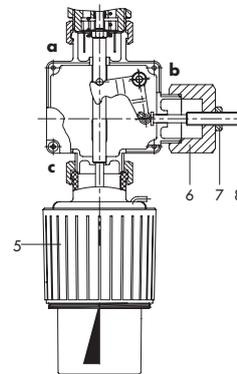

Bild 4: Doppelanschluss Do3, Thermostat Typ 2430 und Handverstellung
Doppelanschluss Do3 mit Handverstellung Ba43 (Bild 4) zum manuellen Schließen des Ventils oder zur Hubbegrenzung Anschluss **c** Regelthermostat, Anschluss **b** Handverstellung.
Der **Doppelanschluss** ist bei den Temperaturreglern zwischen Ventil (1) und Regelthermostat (5) angeordnet. An den Anschlüssen **b** und **c** wird jeweils der zusätzliche Regelthermostat (Bild 4) angebaut. Die Handverstellung ist an Anschluss **b** anzuschließen.
Der Hub der montierten Einheit wirkt direkt (Anschluss **c**) oder über den Hebel (3) – Anschluss **b** – auf den Übertragungsstift (4). Dieser bewegt Kegelstange (2) und Kegel. Mit der Kegelstange ist jeweils die Einheit gekuppelt, die den größten Hub aufweist. Die Handverstellung (Bild 4) ist somit eine Hubbegrenzung.